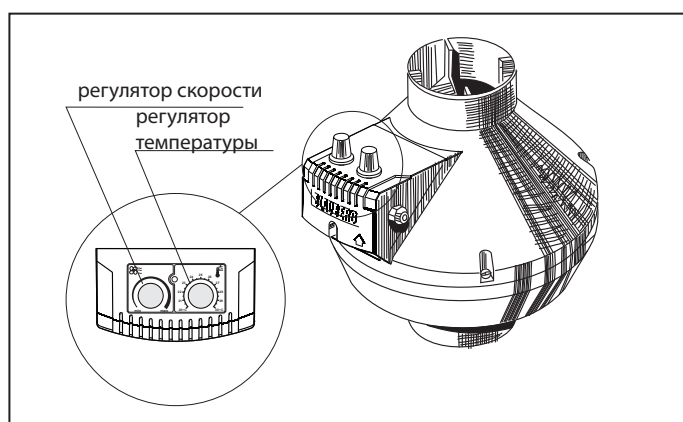

Рис. 4
Вентилятор оборудован электронным контроллером скорости с внешним (G) или встроенным в канал (G1) датчиком температуры (рис.4) для автоматического регулирования скорости вращения двигателя (расход воздуха) в зависимости от температуры воздуха.
Вентилятор оборудован электронным контроллером скорости с внешним (GT) или встроенным в канал (GT1) датчиком температуры (рис.4) для автоматического регулирования скорости вращения двигателя (расход воздуха) в зависимости от температуры воздуха.